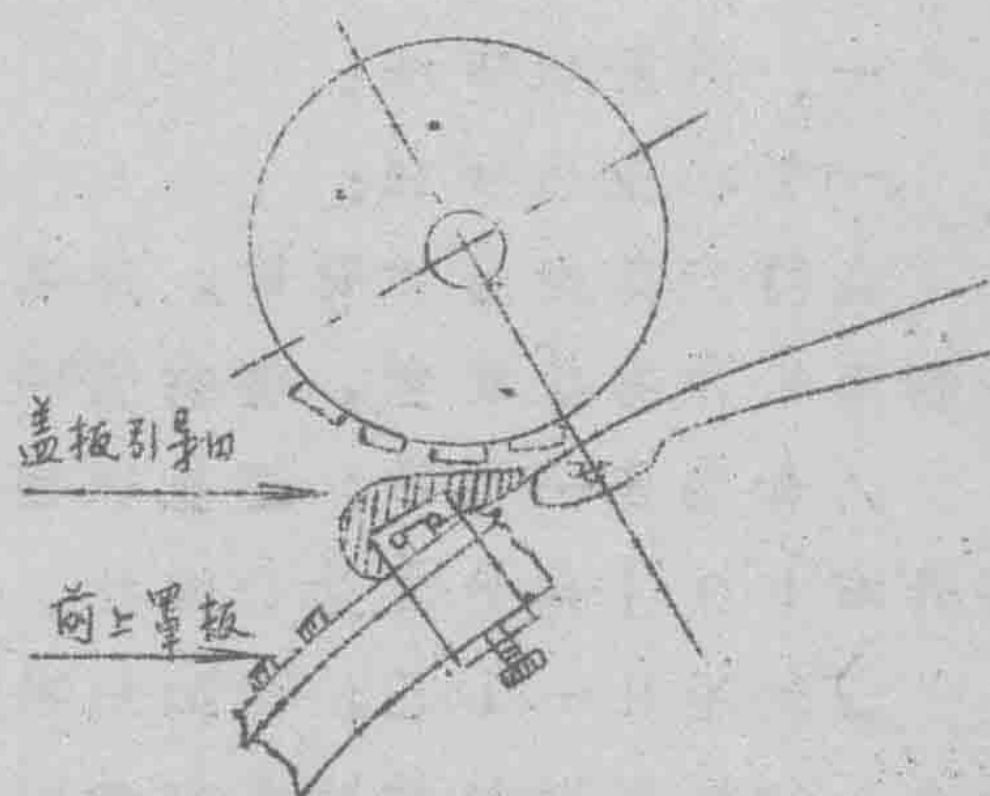

图 3-2
1. 拆盖板前，在前上罩板上加装盖板引导器，托持盖板头，如图 3-2，以防止拆盖板时，盖板碰